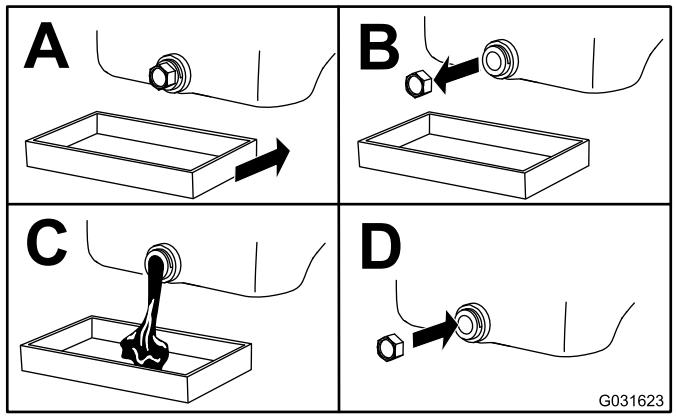

Figura 43
4. Cambie el aceite del motor, según se muestra en Figura 43.